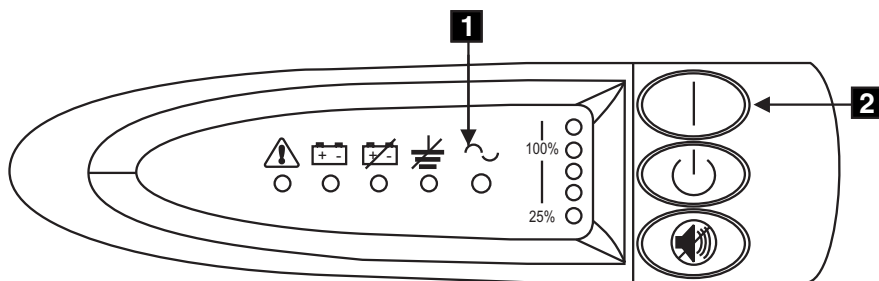

图 123. 不间断电源的电源开关和指示器
- 10. 当不间断电源运行自检时, 所有的不间断电源前面板指示器 (请参阅第 174 页的图 123) 都会闪烁一小段时间。测试完成时, 方式指示器 (第 174 页的图 123 中的 **1**) 闪烁, 它表示不间断电源处于待机方式。
按住不间断电源的打开开关 (第 174 页的图 123 中的 **2**) 直到您听到不间断电源的蜂鸣声 (大约一秒)。方式指示器停止闪烁并且负载级别指示器显示由不间断电源供电的负载百分比。不间断电源现在处于正常方式并且正在给它的电池充电。